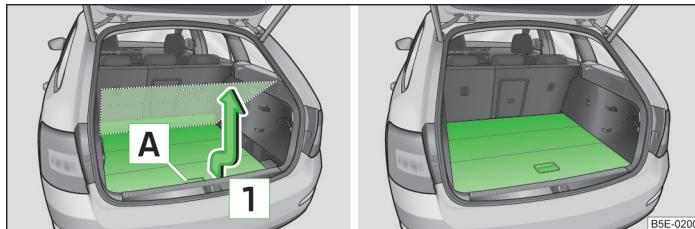

Fig. 96 Ajustar el suelo de carga variable en la posición superior / suelo de carga variable en la posición superior
- › Agarre la parte posterior del suelo de carga variable por el tirador **A** » fig. 96.